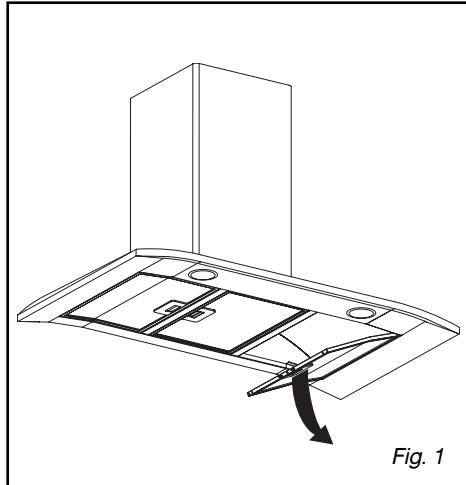

Fig. 1
• Smontaggio del filtro cassetta (Fig. 1)